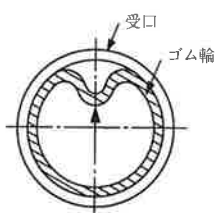
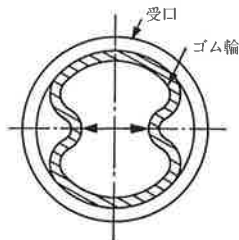

図5 ゴム輪装着方法1
図6 ゴム輪装着方法2
- (1) ゴム輪の装着は表示マーク(呼び径、管種など)、表裏、方向を確認し、図5または図6の方法で行う。